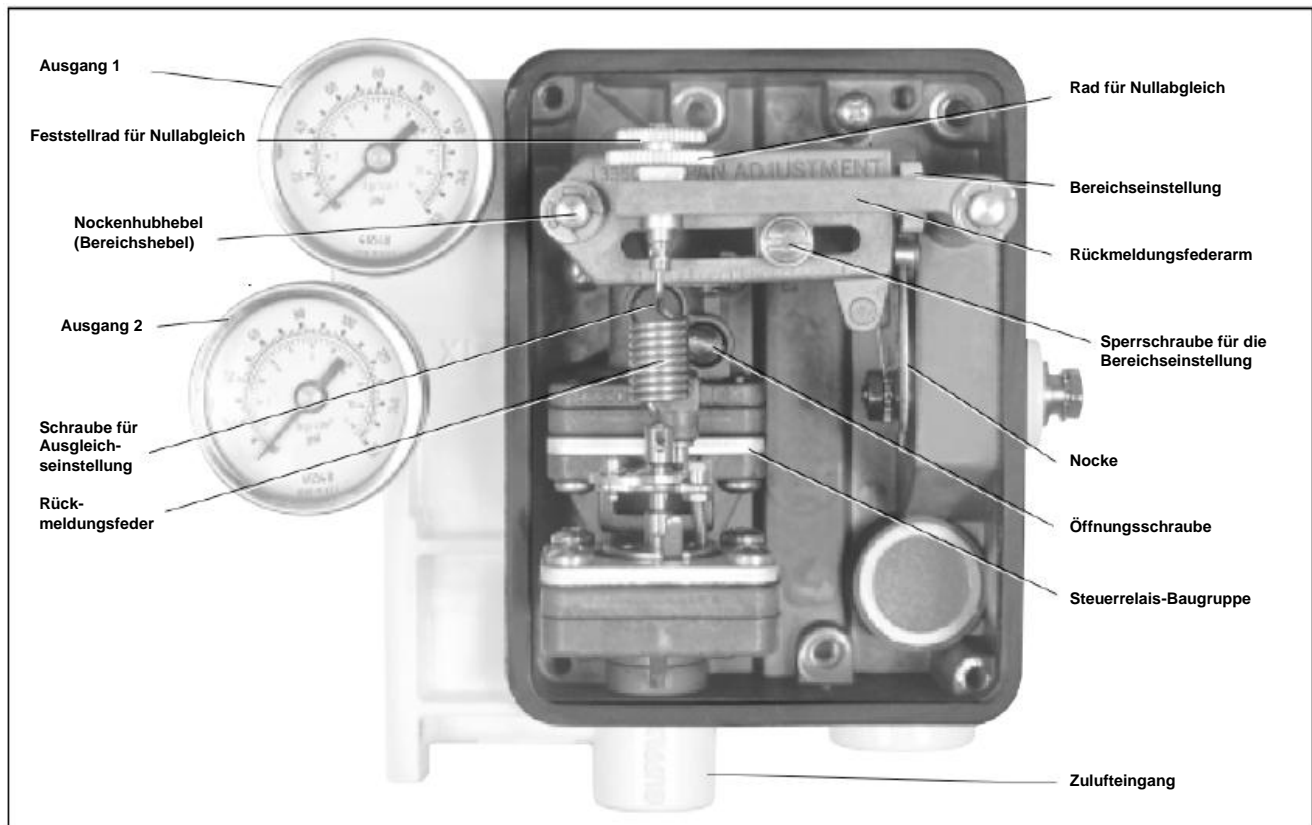

Abbildung 7: Stellungsregler Einstellungen
5. Den passenden Hubhebel auf die Nockenwellenabse setzen, wobei die Lochmarkierungen nach außen zeigen müssen. Mit Federring und Mutter sichern. (Siehe Abb. 7)
4. Die Gummiabdeckung von der Ausgleichseinstellung entfernen. (Siehe Abb. 7)